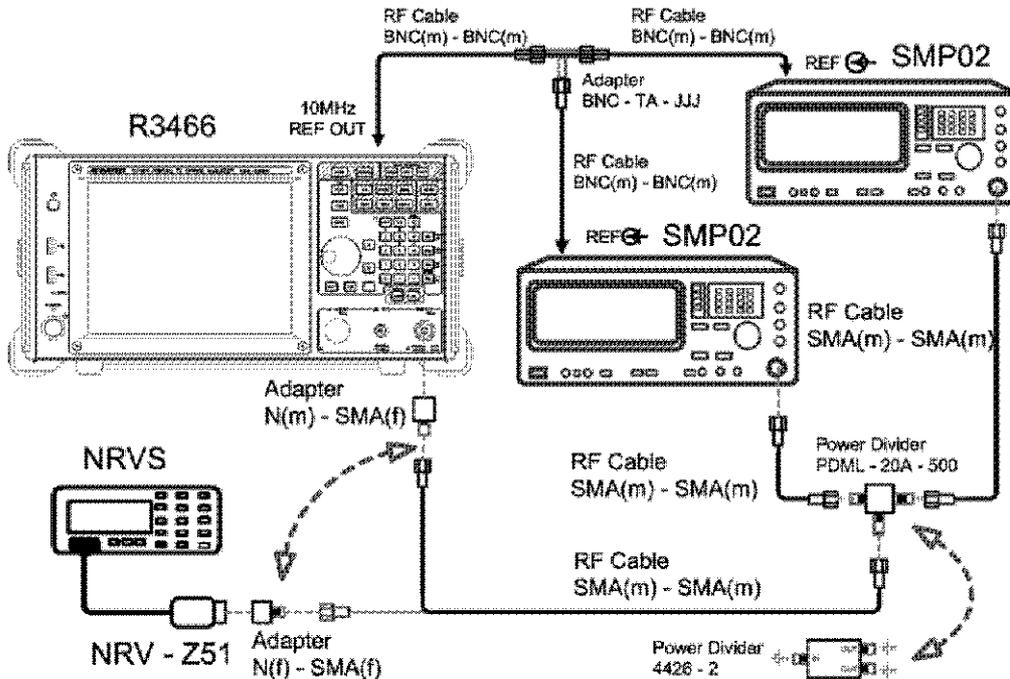

図 2-14 3次相互変調歪の試験
1. 機器を図 2-14 のように接続します。R3466N の場合は、Adapter の後に 50 to 75  $\Omega$  変換器を使用し、センサも 75  $\Omega$  のものを使用します。